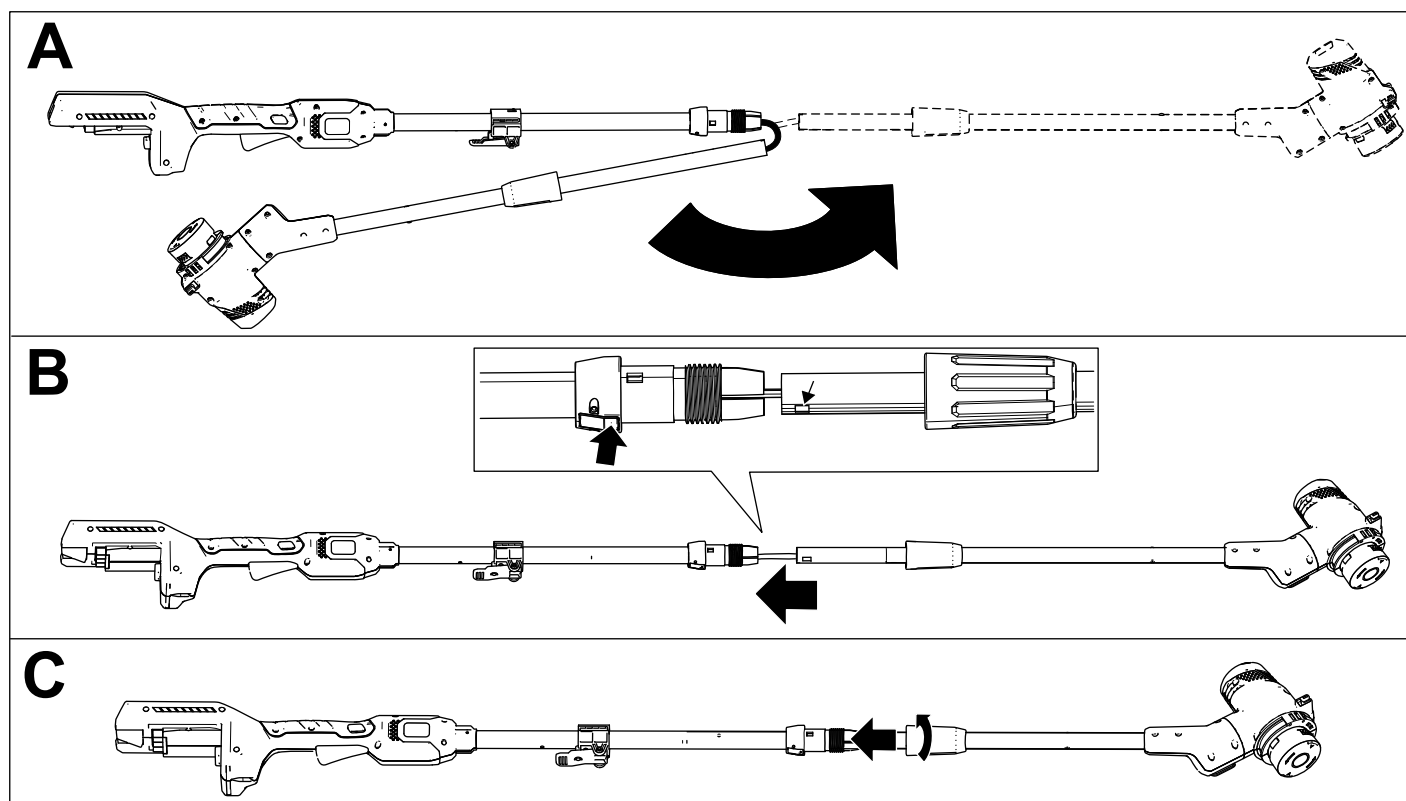

Figura 3
1. Despliegue el mango (Figura 3, A).
2. Mantenga presionado el botón de bloqueo del eje superior, alinee el botón de bloqueo con el orificio longitudinal del eje inferior y junte los 2 ejes. Cuando el orificio longitudinal del eje inferior sobrepase el botón de bloqueo, libere el botón de bloqueo y deslice el eje inferior en el eje superior hasta que la desbrozadora esté a la altura deseada (Figura 3, B).
3. Ajuste el conector del eje inferior para fijar el mango a la altura deseada (Figura 3, C).